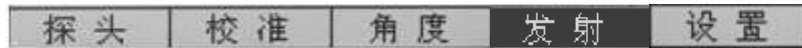

图 2.6
- 1、按【调校】快捷键，直接进入调校功能组主菜单，再按与“发射”相应的功能键【F4】，进入到发射子菜单，如图 2.6 所示。